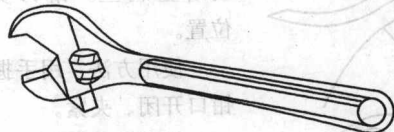

图 1-5 活络扳手
(5) 活络扳手(见图 1-5)。活络扳手的开口宽度可调节,能在一定范围内变动尺寸。其优点是遇到不规则的螺母或螺栓时更能发挥作用,故应用较广。使用活络扳手时,扳手柄口要调节到与螺母对边贴紧。扳动时,应使扳手可动部分承受推力,固定部分承受拉力,且用力必须均匀。